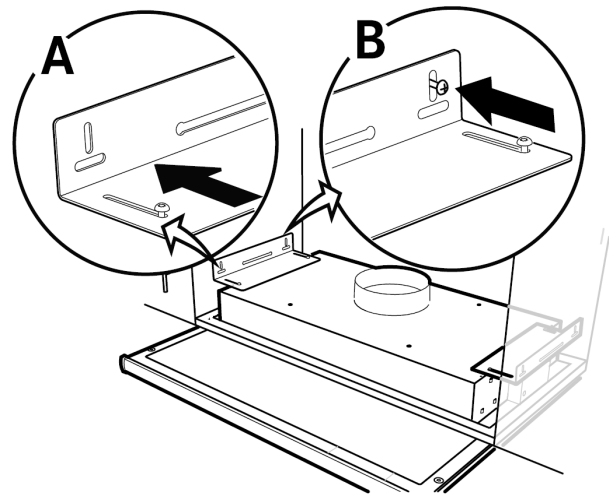

Bild 33 Montage mit Halterungen
2. Befestigen Sie die Halterungen so weit wie möglich in der Dunstabzugshaube. Setzen Sie die Dunstabzugshaube in das Loch im Schrankboden ein. Herausziehen (Abbildung 33, Pos. A) und verwenden Sie Schrauben, um die Halterungen an den Seiten des Schrankes zu befestigen (Abbildung 33, Pos. B). Ziehen Sie die Halterungen in der Dunstabzugshaube fest.